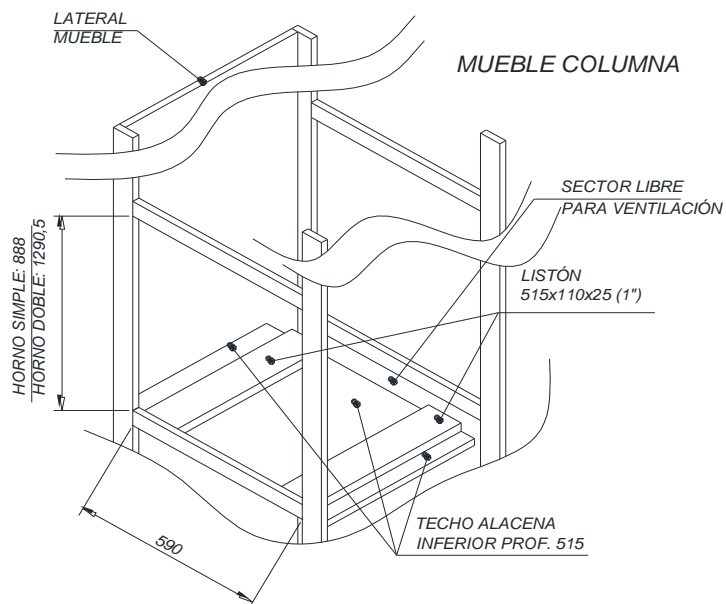

Fig. 2
- Quite el piso del horno. A su derecha en la parte posterior del mismo se encuentra la termocupla. **(Fig. 2 y 8A)**